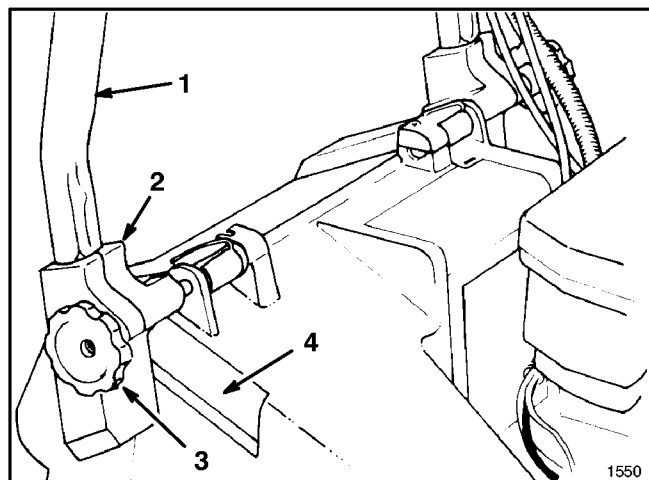
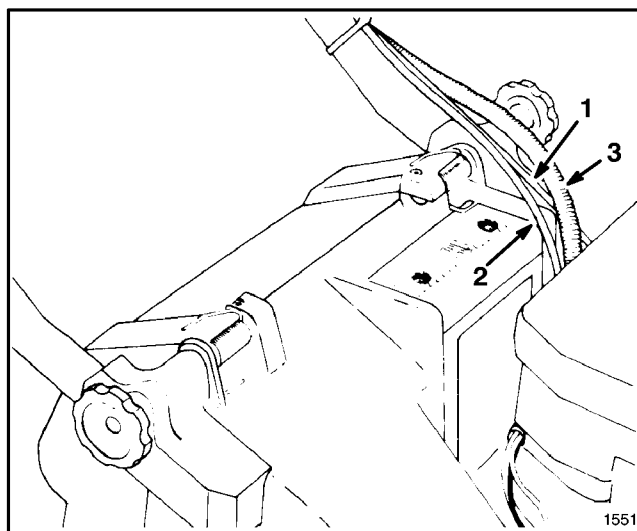

Abbildung 1
Abbildung 2
1. MONTAGE—Drehknöpfe auf der Gestängehalterung lockern (Abb. 1).
3. Die Enden der Griffstange in die Löcher der Gestängehalterung schieben bis sie sicher gehalten werden (Abb.1). Sicherstellen, daß die Gaszug-, das Elektrostart- und das Antriebskabel an der Gestängehalterung links oben sind (Abb. 2).
4. Den Griff um die Gestängehalterungen nach hinten schwenken bis die Rastklinken sicher in den Gehäuserasten gehalten werden (Abb. 2).